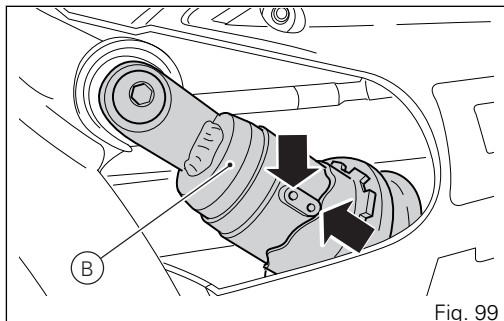

Fig. 99
El valor de la tensión cadena es válido si el amortiguador trasero (B) se encuentra en la condición de default, o sea 2 marcas desde todo precargado, como ilustra (Fig. 99).